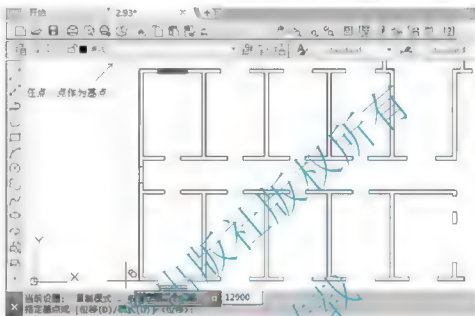

图 2.85 靠距离定位(复制门窗)
(1) 单击【修改】工具栏上的【复制】图标, 启动【复制】命令。
(2) 在选择对象: 提示下, 选择 1 窗作为被复制的对象, 并按 Enter 键进入下一步命令。
(3) 在指定基点或 [位移(D)] 位移 : 提示下, 在绘图区任意单击一点作为复制基点。
(4) 在指定第二个点或 使用第一个点作为位移 : 提示下, 打开【正交】功能(快捷键F8), 将光标垂直向下拖动, 输入“12900”(该值为A轴线与D轴线之间的距离), 如图2.85所示, 然后按Enter键。
(5) 按Enter键结束【复制】命令。